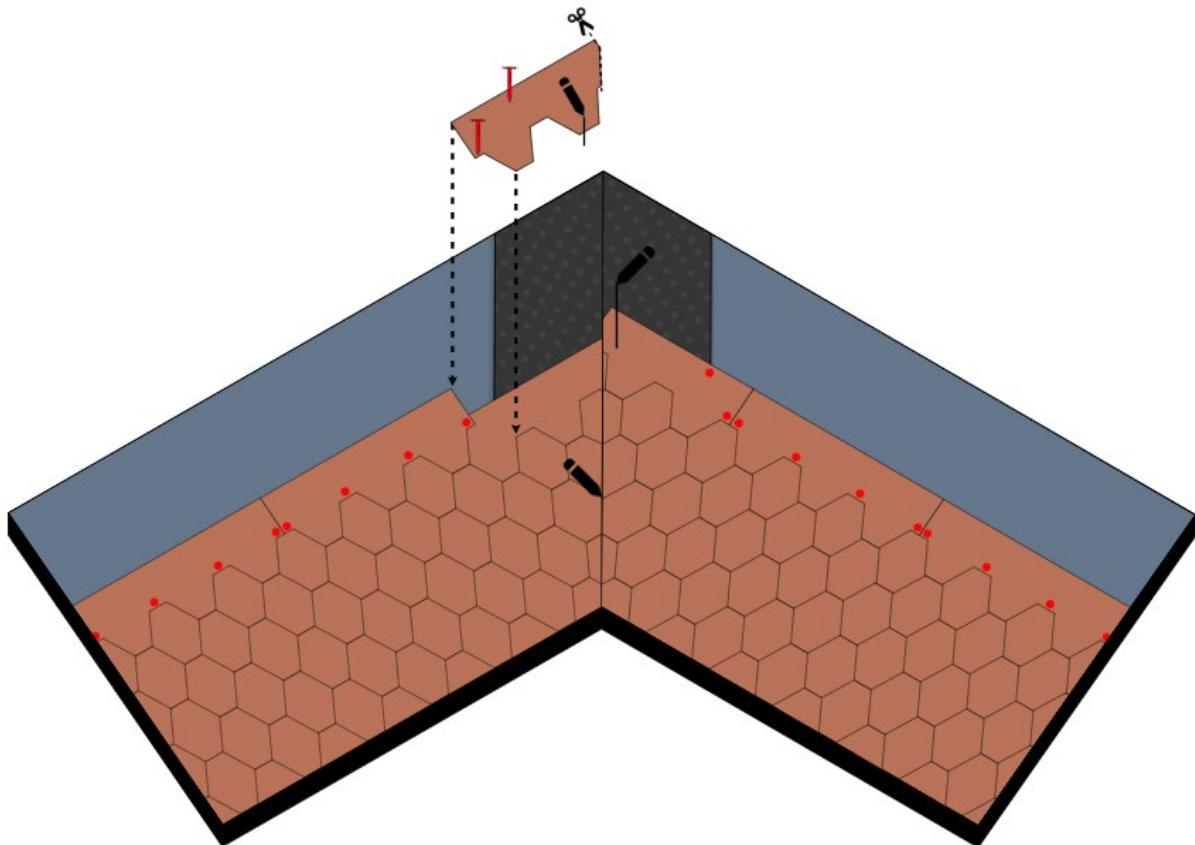

Fig. 13 – Posa tegole sul compluvio
- Una volta completata la prima falda per l'intera lunghezza del compluvio, passare alla falda adiacente. Iniziare la posa delle tegole dalla fila di partenza e proseguire per file successive. L'ultima tegola di ogni fila dovrà arrivare almeno fino all'asse di compluvio - Fig. 13.
- Chiodare le tegole fino a 30 cm dall'asse del compluvio. Completata la posa delle tegole anche per la seconda falda, tracciare l'asse del compluvio. Procedere quindi al taglio delle tegole della seconda falda seguendo la linea di compluvio. Tagliare trasversalmente lo spigolo superiore della tegola al compluvio – Fig. 13, in modo da convogliare l'acqua discendente lungo l'asse del compluvio. Sollevare le tegole, una per volta e fissarle con del Bitustick – Fig. 13.